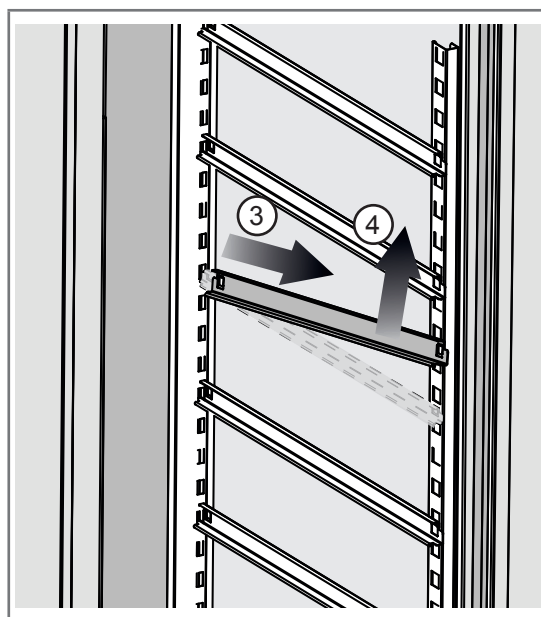

Fig 4.2 - Retrait des rails
1. Retirer les rails (3 - 4 - Fig. 4.2)